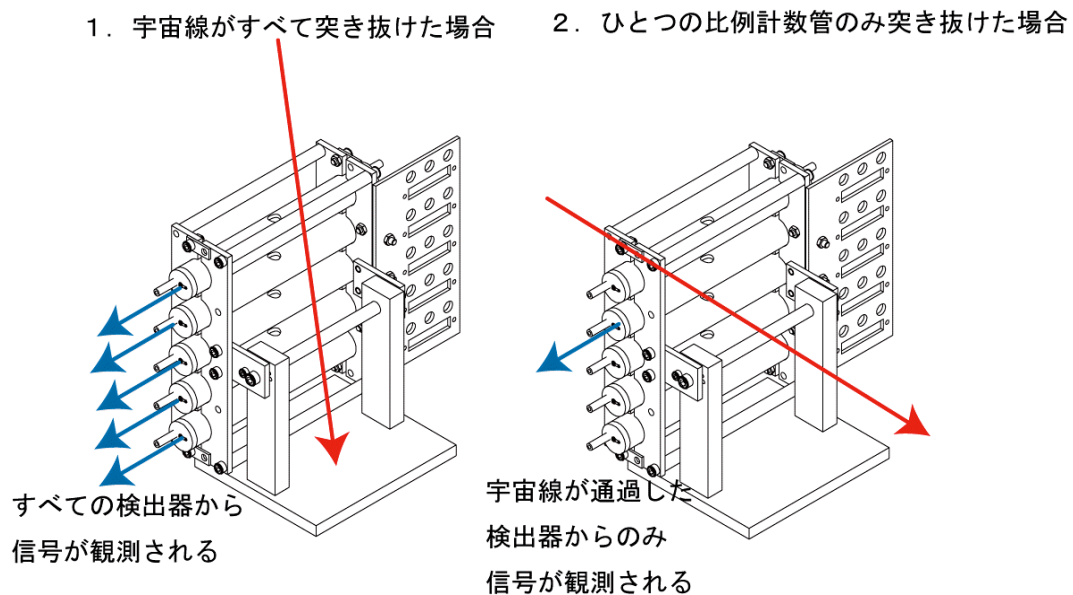

図 2.8 宇宙線の同時計測のセットアップ
1. 図 2.8 に示すように、各グループの比例計数管をホルダーに並べて設置する。このホルダーは軸を中心として回転するようになっている。